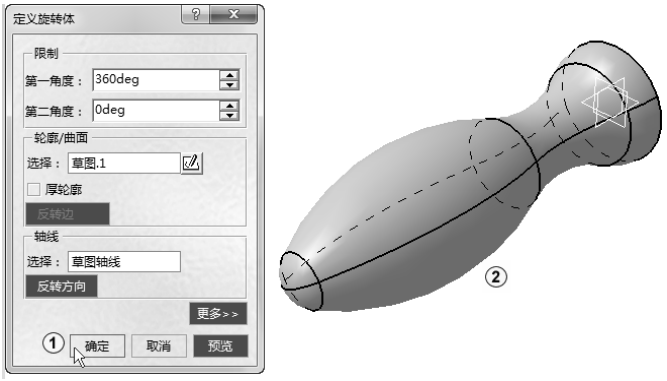

图 2-48 旋转模型
1) 单击“退出工作台”按钮，离开草图模式。单击屏幕右侧的“旋转体”按钮，系统弹出“定义旋转体”对话框，采用默认设置，单击“确定”按钮完成旋转体操作，单击屏幕最下方的“全部适应”按钮，单击屏幕下方的“等轴测视图”按钮，结果如图 2-48 中①②所示。